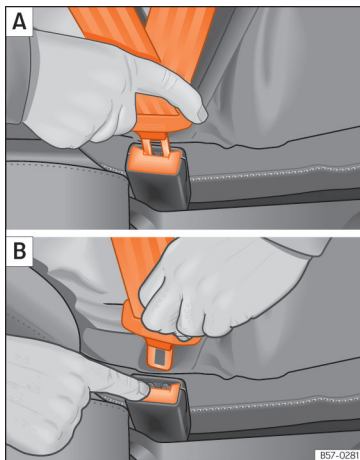

Abb. 96 Schlosszunge des Sicherheitsgurts in das Gurtschloss einstecken und vom Gurtschloss lösen.
- Stecken Sie die Schlosszunge in das zum Sitz gehörende Gurtschloss, bis sie hörbar einrastet » **Abb. 96 A.**
- Drücken Sie die rote Taste am Gurtschloss »» **Abb. 96 B**. Die Schlosszunge wird herausgedrückt »» .